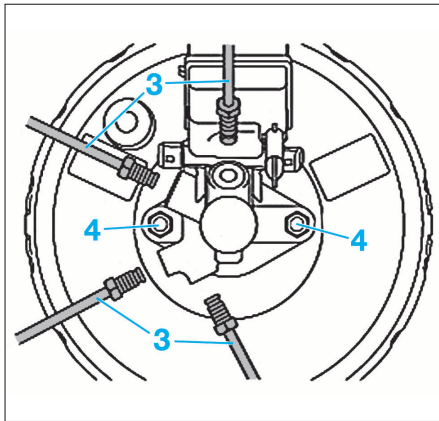

FIG. 16
- Déposer le couvercle (2) du filtre à air.
- Dévisser les canalisations (3) du maître-cylindre. Placer des bouchons aux extrémités pour éviter l'introduction d'impuretés (fig. 16).
- Dévisser les vis de fixation (4) du maître-cylindre.